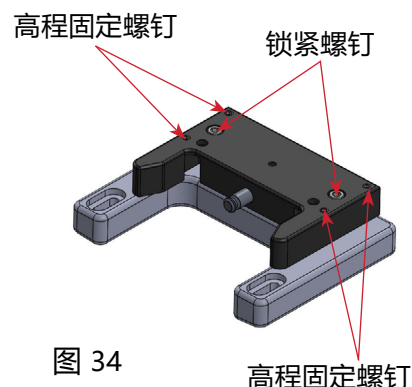

图 34
- a. 首先调整现有 CT 上脚端碰锁安装块的高度, 方法是松开锁紧螺钉 (2) $\frac{1}{4}$ -20 (图 34)。